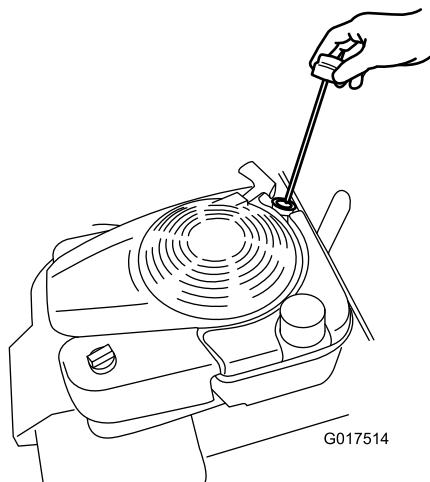

Рисунок 32
8. Извлеките шпун (Рисунок 32) и заполните маслом примерно 3/4 емкости картера через маслозаливную горловину.